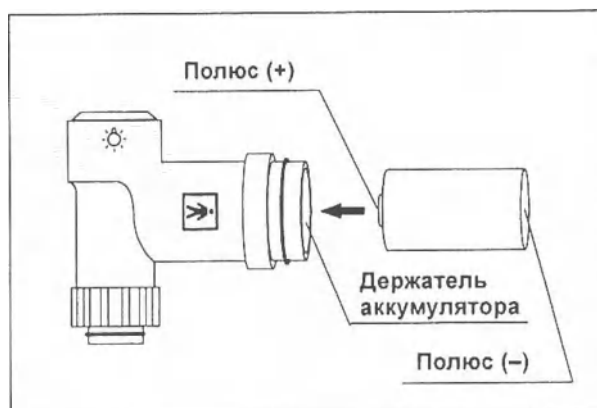

Рис. 3.7
2. Вставьте аккумулятор в держатель. Вставляйте аккумулятор положительным (+) полюсом вперед (см. Рис. 3.7).
3. Подготовьте новый аккумулятор. Вставьте аккумулятор в держатель. Вставляйте аккумулятор положительным (+) полюсом вперед (см. Рис. 3.7).